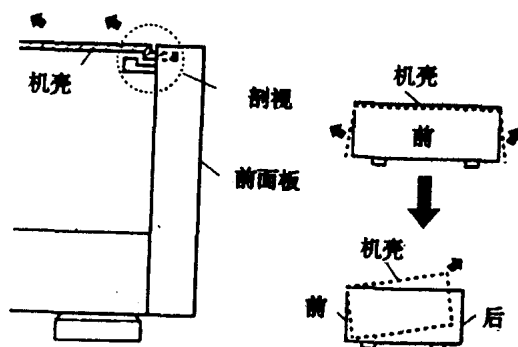

图 1-1-1
(1) 拆下机壳上的 6 只螺钉;
(2) 沿图 1-1-1 所示箭头方向拉起机壳。
注: 为了拆卸方便, 可将机壳两侧向外拉, 然后斜着向后拉出; 若用力拉起机壳的底部 (用通常的拆卸方法), 图 1-1-1 所示中的挂钩会钩住机壳, 同时前面板的一侧挂钩还可能会变形。
(1) 打开托盘 I;
(2) 将扁改刀插入托盘左边的 I 槽, 边推改刀, 边拉出托盘 I (如图 1-1-1 所示);